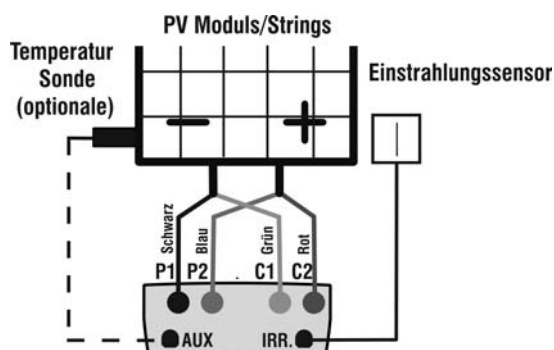

Abb. 7a: Anschluss des Messgeräts am PV Modul
20. Wie in Abb. 7a illustriert, schließen Sie das Messgerät an das PV Modul oder an den String an. Beachten Sie, dass der Minuspol des PV Moduls oder des Strings an den P1, C1 Messgeräte-Eingängen und deren Pluspol an den P2, C2 Eingängen angeschlossen werden muss.